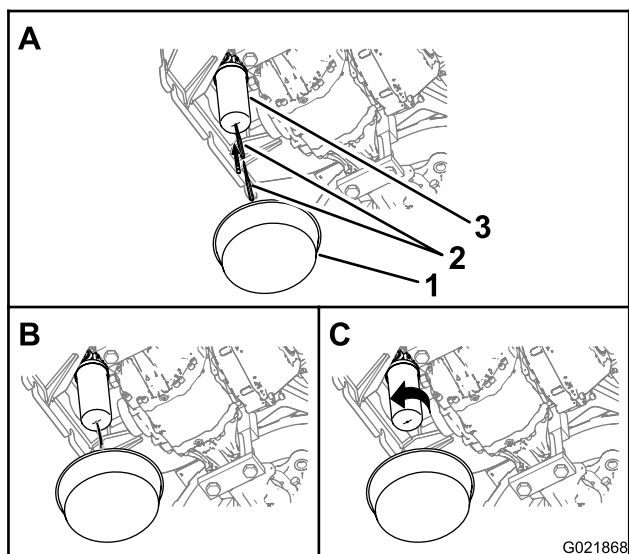

Bild 95
Hinweis: Der Hydraulikrücklauffilter ist von der Unterseite des Maschinenhecks zugänglich (Bild 95).
1. Stellen Sie einen Behälter unter den Hydraulikdruckfilter (Bild 95).
2. Stechen Sie in die Unterseite des Hydraulikrücklauffilters und lassen Sie restliches Hydrauliköl in den Behälter ablaufen (Bild 95).
3. Drehen Sie den Hydraulikrücklauffilter nach links und nehmen ihn ab (Bild 95).